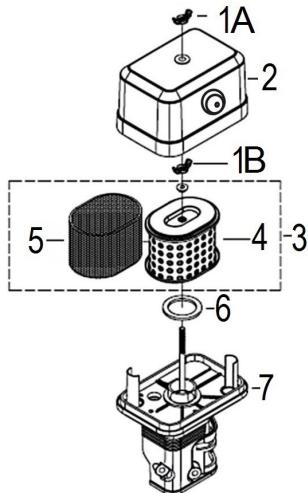

Рис. 39 Обслуживание воздушного фильтра
1. Открутите барашковую гайку 1A и снимите крышку 2 воздушного фильтра (Рис. 39).
2. Открутите барашковую гайку 1B и снимите воздушный фильтр 3 в сборе (Рис. 39).
3. Проверьте целостность и чистоту фильтрующих элементов. Поролоновый (предварительный) фильтрующий элемент 5 установлен на корпусе бумажного фильтрующего элемента 4 (Рис. 39).